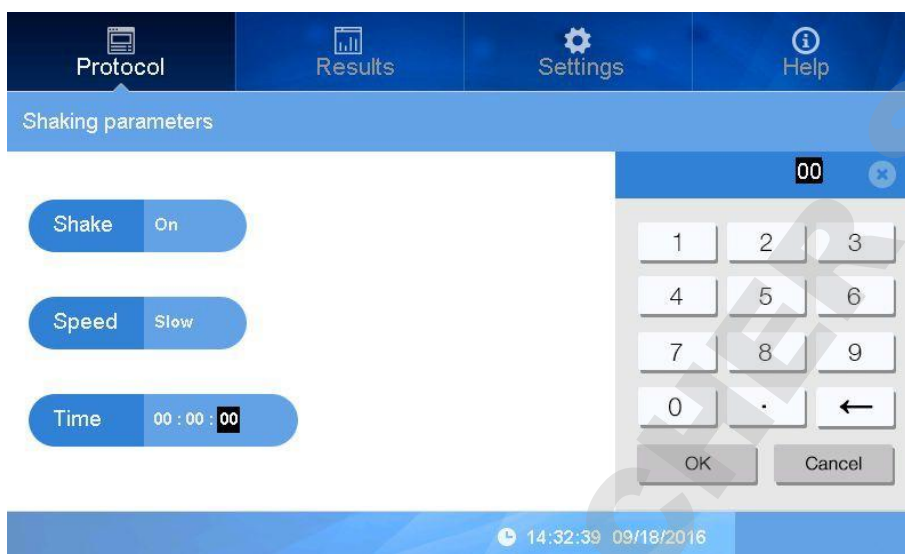

fig 25
- Cliquez à droite de "Time" pour régler le temps, en intégrant les nombres correspondant à heure/minute/seconde (Fig 25).